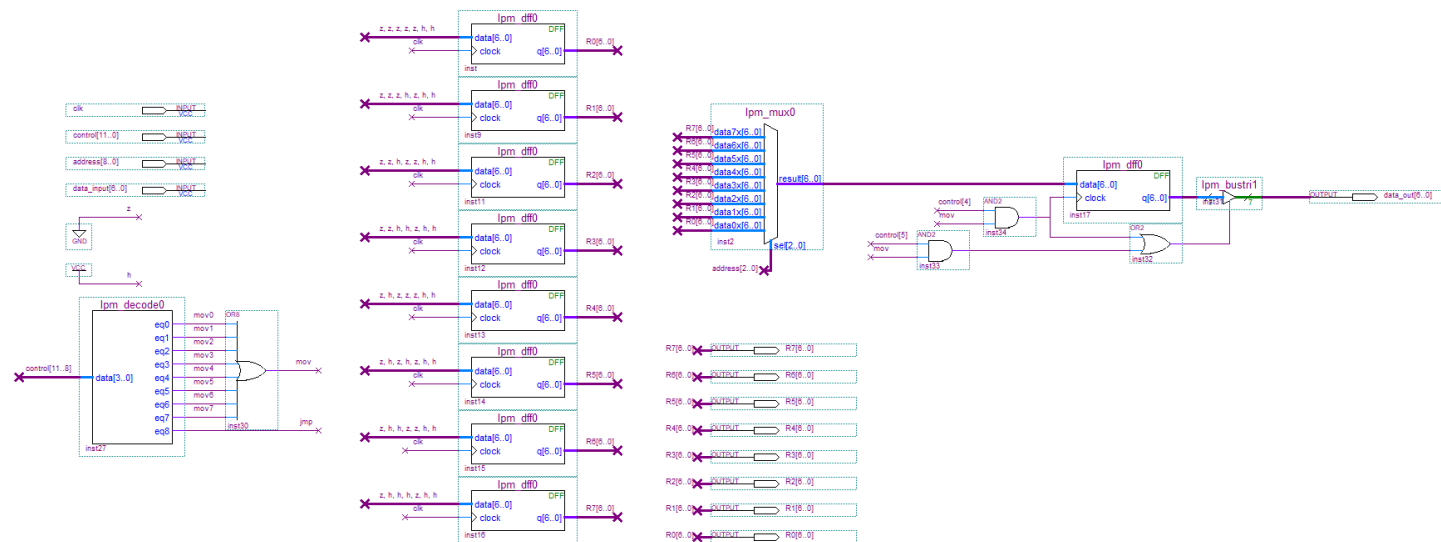

Рисунок 5.3 – Блок РОН
- блок РОН (см. рисунок 5.3): регистры общего назначения и логика для считывания данных из них;